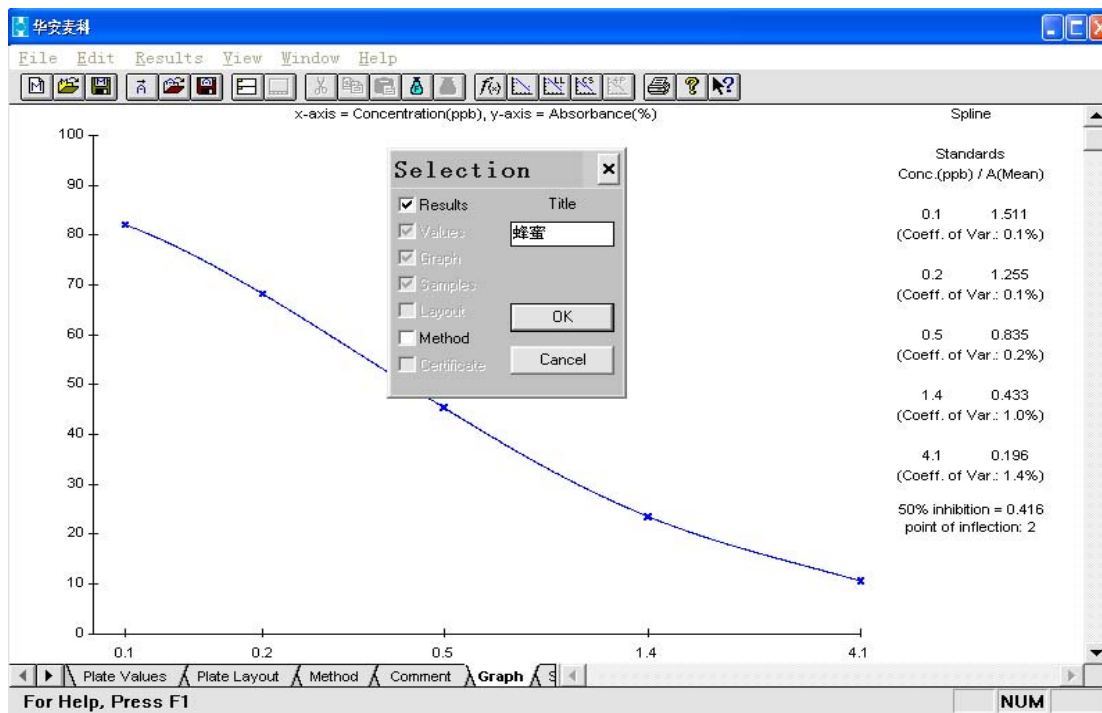
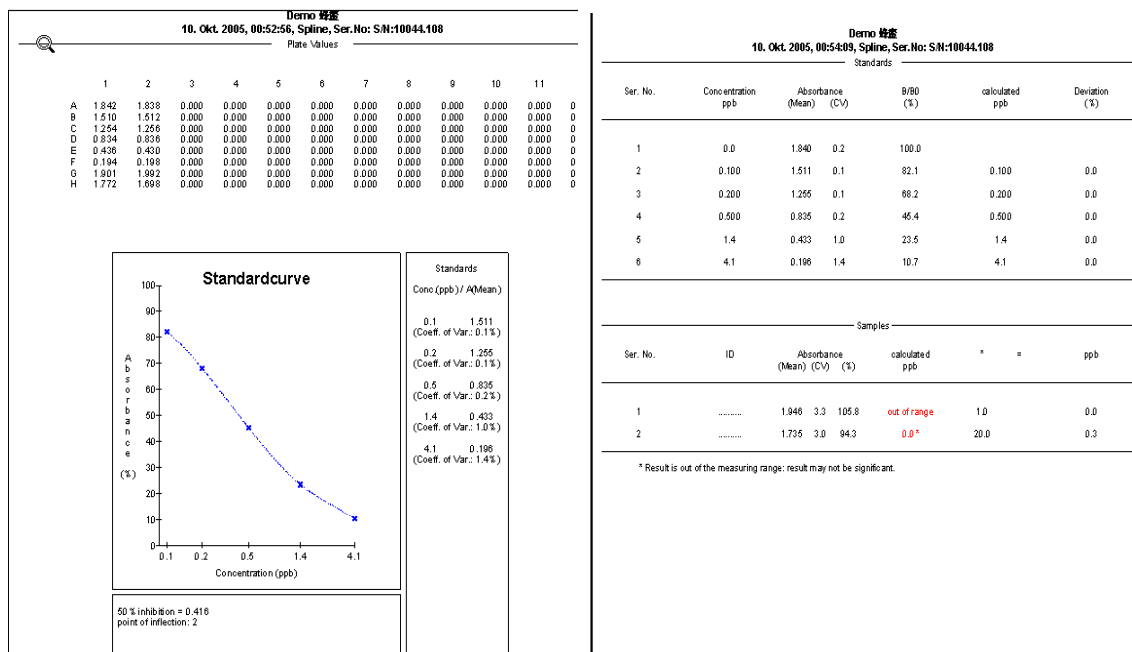

图 8
图 9
- iv. 或点击工具栏菜单打印快捷键进行报告打印，在弹出的对话框中点击“results”，另可以在一旁的对话框中输入检测的样本的名称等（中英文均可），最后点击“OK”打印报告，如图 8、图 9 所示：